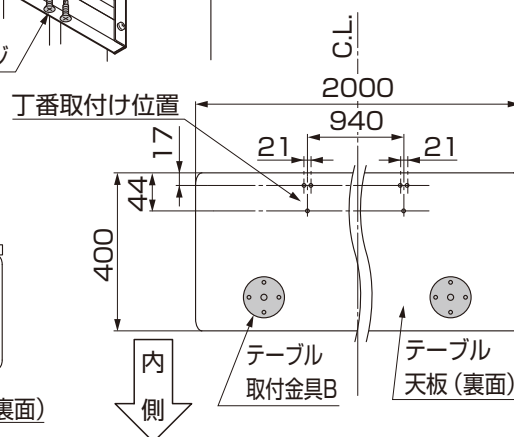

図4-2 丁番の取付け位置
- テーブル天板は、テーブル取付金具Bが付いている方を内側にしてください。（図4-2参照）
- 丁番の取付けは、テーブル天板の中心から左右対称に、ネジ止めしてください。（図4-2参照）